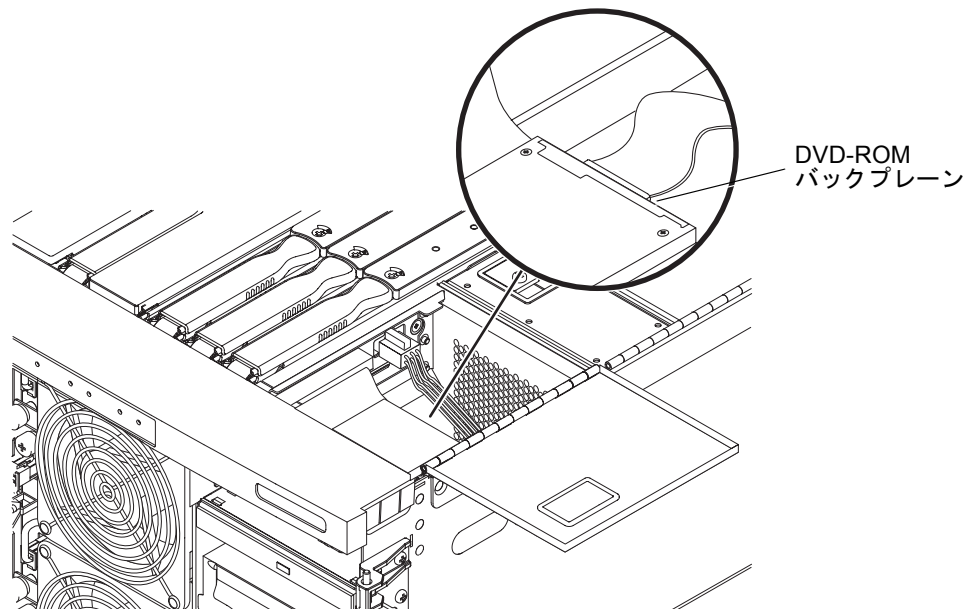

図 6-17 DVD-ROM バックプレーン
4. DVD-ROM バックプレーンを取り外します。DVD-ROM バックプレーンは、DVD-ROM ドライブの背面にある小さいボードです (図 6-17)。